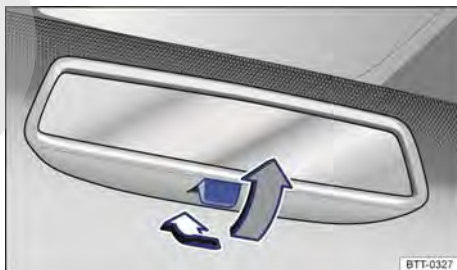

Fig. 110 En el parabrisas: retrovisor interior antideslumbrante manual.
- Para oscurecer el retrovisor, tire de la palanca hacia atrás → fig. 110.